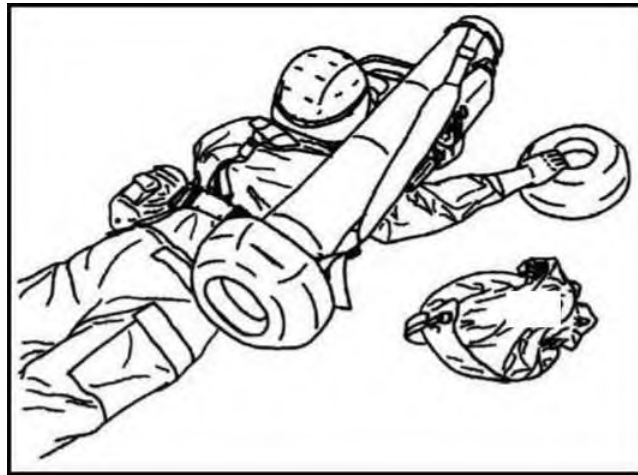

Рисунок 6.48 – Дістатися передньої торцевої кришки
13) оператор нахилиє своє тіло та Javelin на лівий бік і одночасно, правою рукою, притримує передню торцеву кришку (рисунок 6.48);